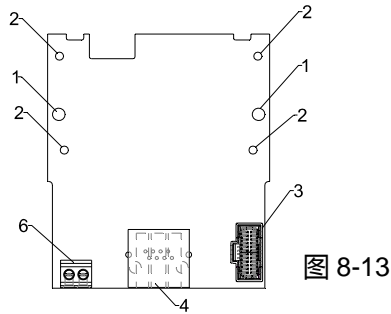
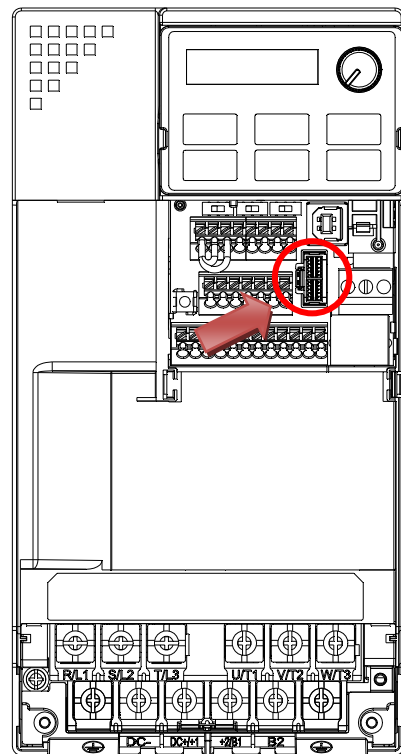

图 8-13
图 8-15
- 安装方式：连接线 B 端接至配件卡的端口（如图 8-13 配件卡 CMM-MOD01 编号 3 处，其他配件卡的端口请见第八章各小节说明）；连接线 A 端连接至控制板的端口（如图 8-13~图 8-15 各框号箭头所指圆圈处）。